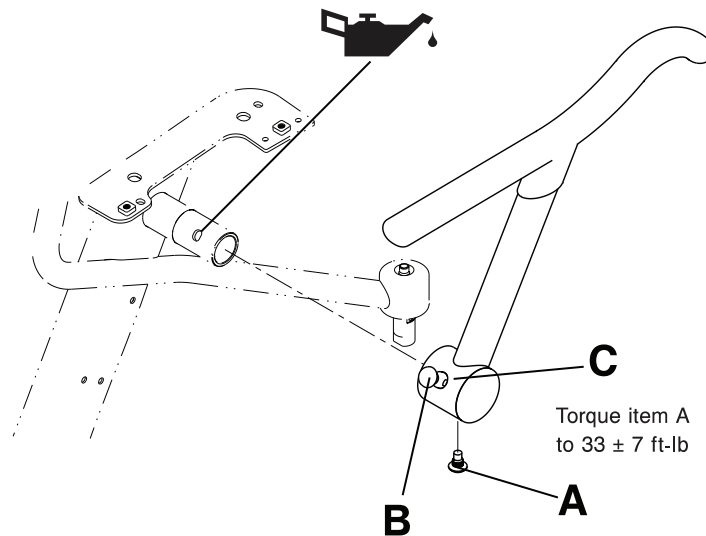

図15-24: 跳ね上げ式アームレストの交換
2. 5/16"六角レンチを使用し、跳ね上げ式アームレストの底部からハードストップピン (A) を取り外します (15-42ページの図15-24)。ピンを廃棄します。
3. 片手でアームレスト解除ピン (B) を引っ張り上げ、もう片方の手で跳ね上げ式アームレスト (C) を外側に引っ張りアームレストを取り外します (15-42ページの図15-24)。
4. 供給されたアームレスト旋回軸にSyntec潤滑油 ( 3000-200-719 ) を塗布します (15-42ページの図15-24)。